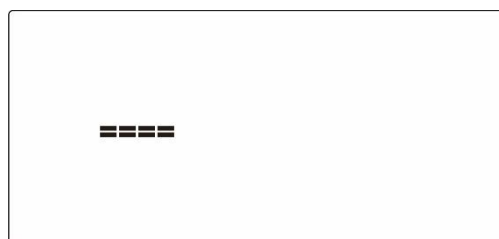

Bild 19
2. Displayen visar UX (Bild 19) och börjar mätningen (Bild 20-21).